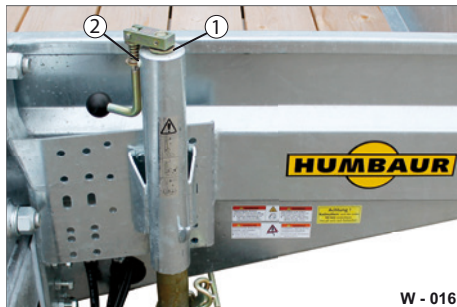

Abb. 7 Stützrad reinigen / ölen
- ▶ Reinigen Sie das Stützrad von Verschmutzungen und ölen Sie ggf. über den Ölspalt (Abb. 7/1) das Stützrad ein.